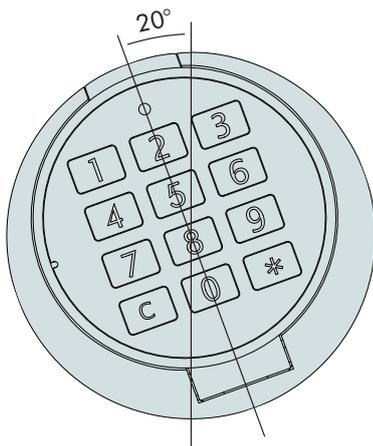
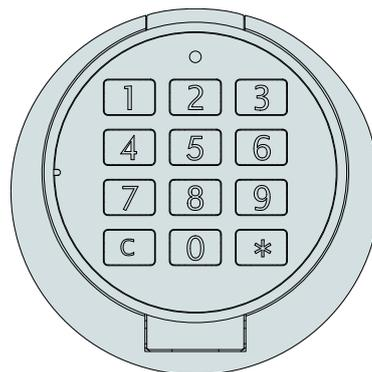

Abb. 6: Position 1 - Aufsetzen Eingabeeinheit
Abb. 7: Position 2 - Aufsetzen Eingabeeinheit
- Eingabeeinheit unter einem Winkel von ca. 20° auf den Befestigungsring aufstecken - Position 1 (siehe Abb. 6) und anschließend durch Drehung nach rechts in Position 2 (siehe Abb. 7) bringen. Drehbewegung muss leichtgängig erfolgen.